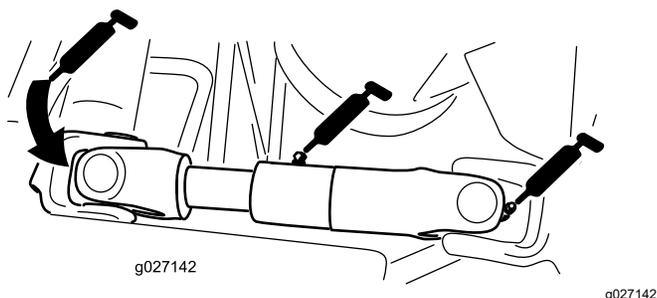

Рисунок 41
- Универсальный шарнир приводного вала насоса (3 шт.) (Рисунок 41)